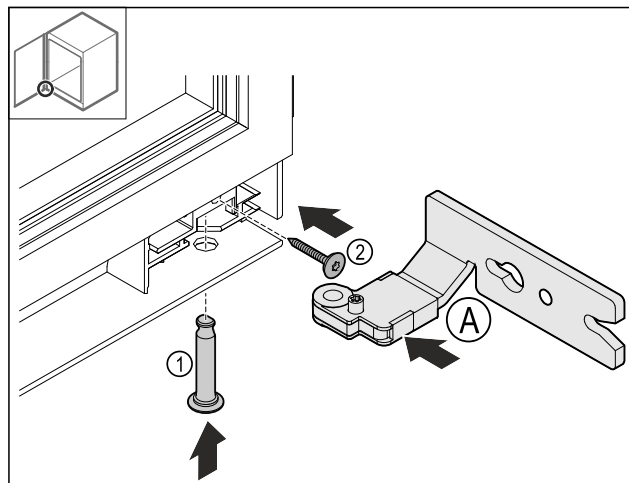

Fig. 27
- Ievietojiet apakšējo eņģi Fig. 27 (A).
- Iespraudiet un cieši turiet tapu Fig. 27 (1).
- Pievelciet skrūvi Fig. 27 (2).